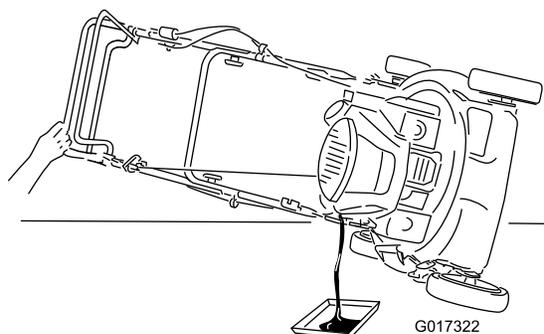

Figure 20
2. Inclinez la machine sur le côté (filtre à air en haut), puis retirez la jauge pour vidanger l'huile usagée par le goulot de remplissage (Figure 20).